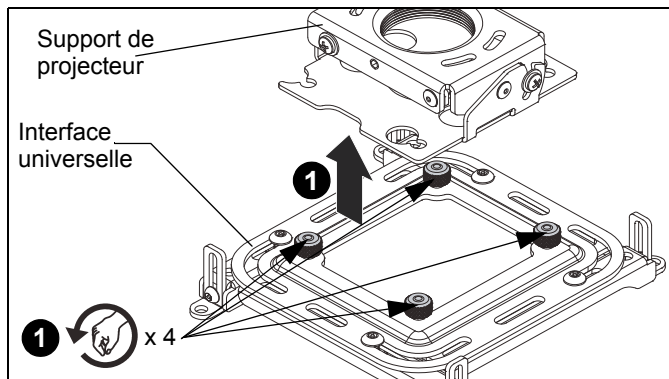

Figure 8
1. Desserrez (SANS retirer) les quatre écrous à serrage à main sur l'interface universelle et retirez le support de montage du projecteur de l'interface universelle. (Voir Figure 8)